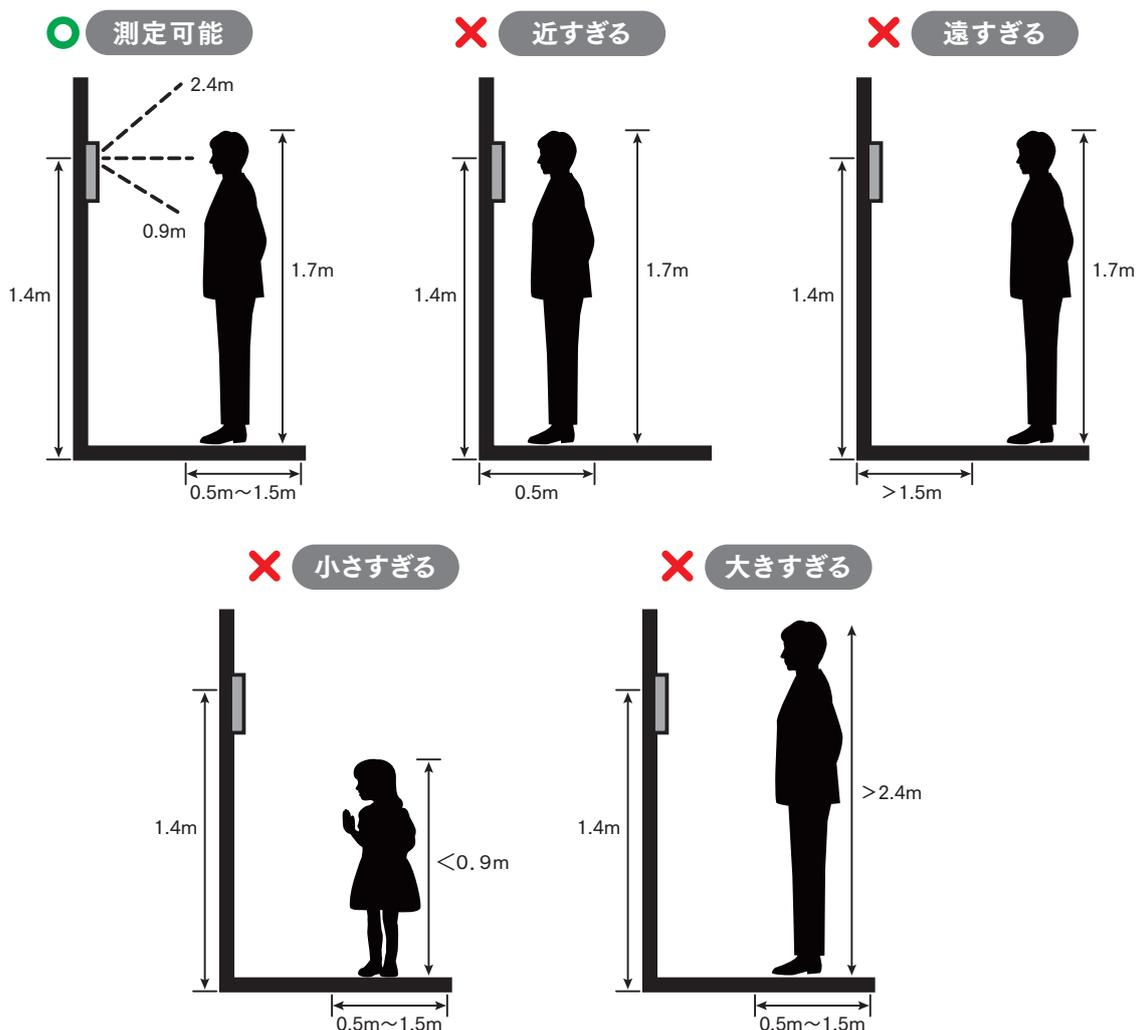

図1
- 顔が適切な位置にない場合、顔認識に影響を与える可能性があります。(4ページ図1参照)